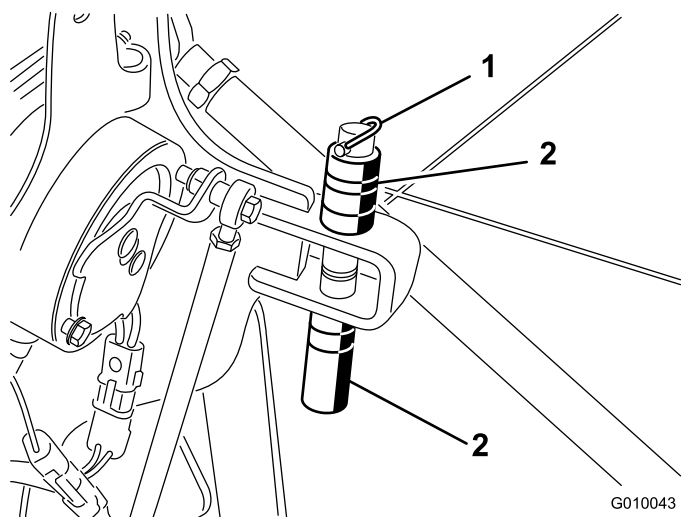

Figura 28
1. Retire o pino de sujeição que segura os espaçadores e os pinos de profundidade (Figura 28).